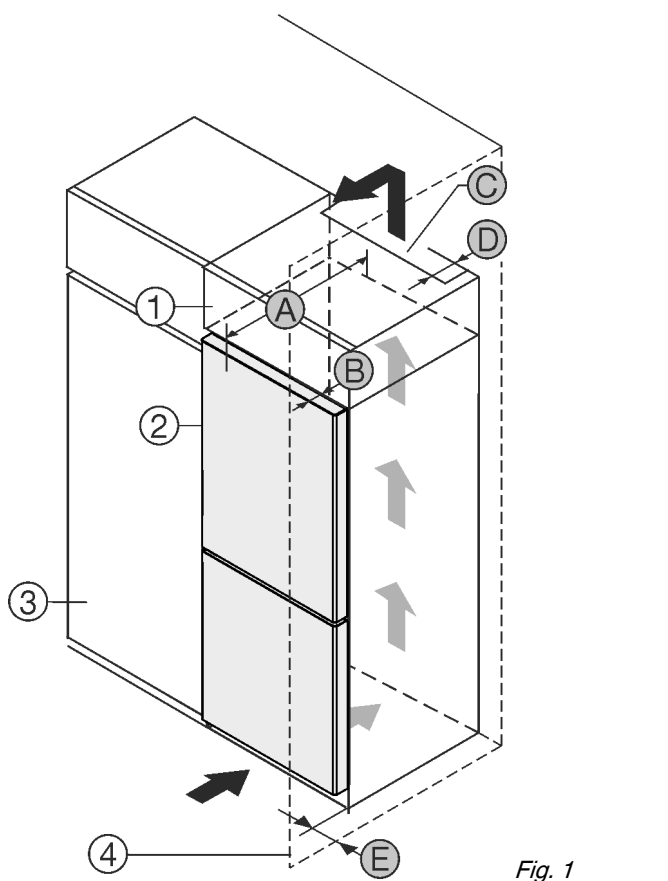

Fig. 1
Zariadenie postavte priamo vedľa kuchynskej skrine Fig. 1 (3).
Na zadnej strane nadstavnej skrine musí byť vetracia šachta s hĺbkou Fig. 1 (D) cez celú šírku nadstavnej skrine.
Pod stropom miestnosti sa musí dodržať prierez vetracieho otvoru Fig. 1 (C).
Ak je zariadenie umiestnené so zavesením vedľa steny Fig. 1 (4), vzďialenosť medzi zariadením a stenou musí byť minimálne 13 mm.
Ak je zariadenie umiestnené so zavesením vedľa steny Fig. 1 (4), vzďialenosť medzi zariadením a stenou musí byť minimálne 20 mm.
Pre úplné otvorenie dverí musí zariadenie vyčnievať o hĺbku dvier Fig. 1 (B) prednej časti kuchynskej skrine. V závislosti od hĺbky kuchynských skriň Fig. 1 (3) a použitia dištančných držiakov na stenu môže zariadenie prečnievať ešte viac.*